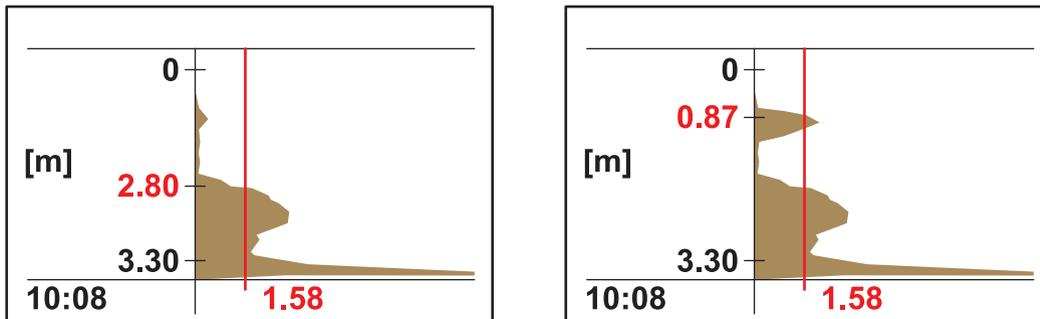

図 9 測定場所の決定
- ・ [PROFILE LIST (プロファイルリスト)] で、障害となる反射の深さの位置に測定値に影響を与える増加した値がある場合は、別の測定場所を選択する必要があります。プローブを数ミリメートル動かすだけで十分な場合もあります (図 9 の右側を参照)。
- ・ 反射が測定値の障害とならない場合、そのポイントは測定場所に適しています (図 9 の左側を参照)。